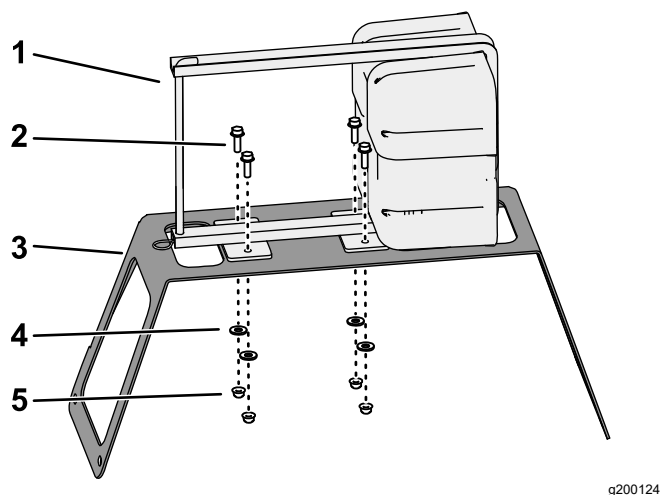

Figura 3
1. Allineate il serbatoio del tracciafile schiumogeno e il compressore alla staffa di montaggio, come illustrato nella Figura 3.
2. Fissate il compressore alla staffa (Figura 3) con 4 bulloni (5/16" x 1"), 4 rondelle (3/8") e 4 dadi di bloccaggio flangiati (5/16").